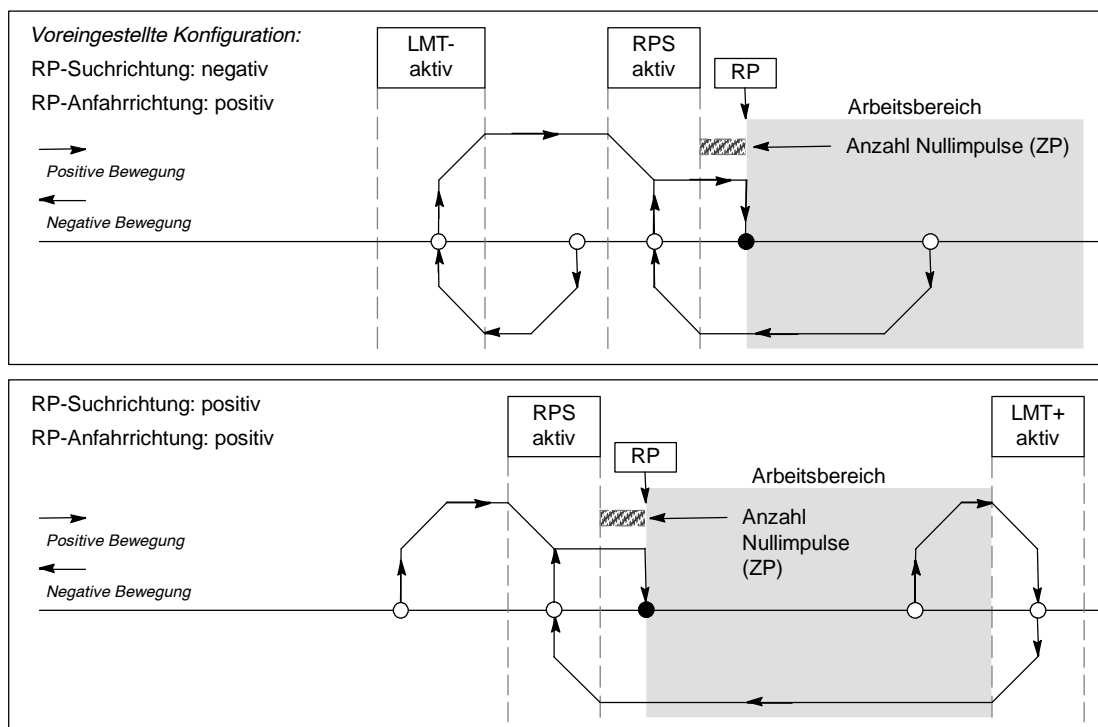

Bild 9-23 RP-Suche: Modus 3
- ☐ Bild 9-23 zeigt zwei der Optionen für den RP-Suchmodus 3. In diesem Modus wird die Lage des RP als angegebene Anzahl Nullimpulse (ZP) außerhalb des aktiven Bereichs des Eingangs RPS ermittelt.